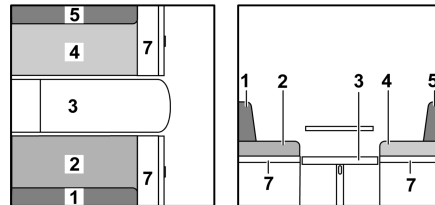

Bild 106 Während des Umbaus
- Sitzbankverlängerung (Bild 106,7) nach oben klappen und mit Klappe verkeilen.